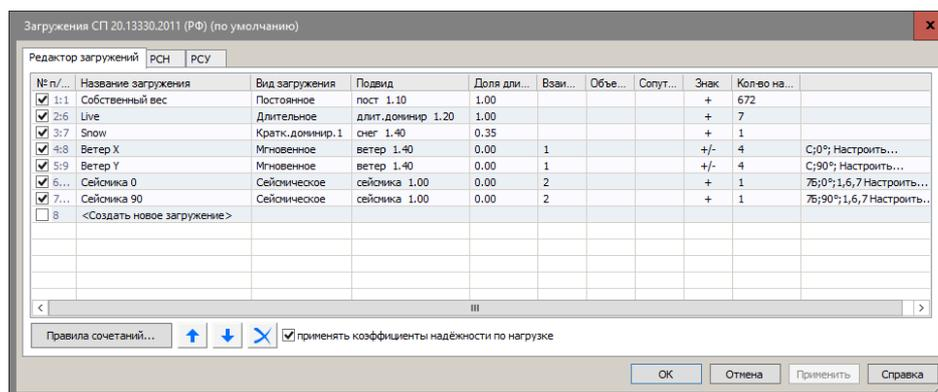

Рис.15.32. Диалоговое окно Редактор загружений
- Вызовите диалоговое окно **Редактор загружений** (рис.15.32) щелчком по кнопке **№** - **Загружения** (панель **Нагрузки** на вкладке **Создание**).